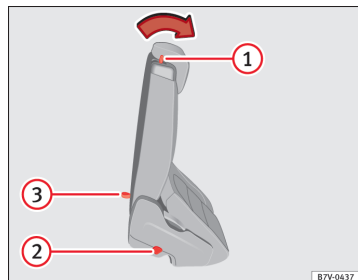

Fig. 81 2. sæderække:
- Fjern om nødvendigt genstande fra fodrummet på 2. sæderække ⇒ ①.
- Tryk grebet ⇒ Fig. 81 ① frem, og klap bagsæderyglænet fremad. Det komplette bagsæde klapper fremad ⇒ ⚠ og kan skubbes endnu længere fremad i længderetningen.